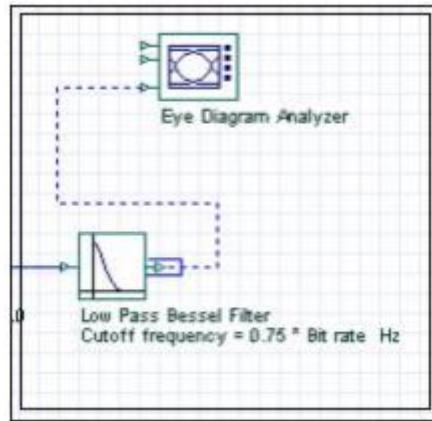

Figura 41: Herramienta Rectángulo - componentes seleccionados
2. Dibuje un rectángulo sobre los componentes que desea seleccionar (véase la Figura 41).